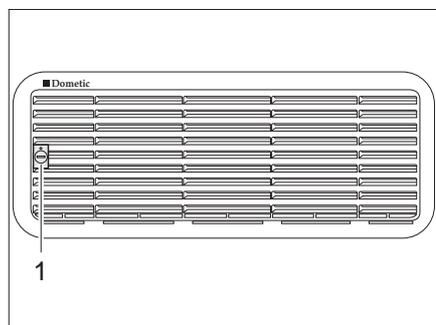
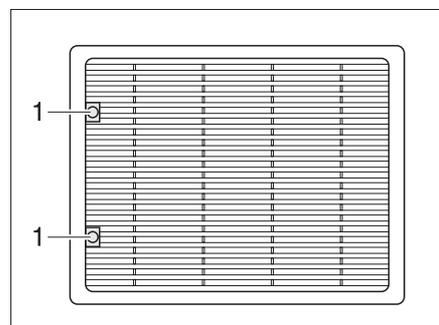

Bild 234 Kühlschrank-Lüftungsgitter (Dometic klein)
Bild 235 Kühlschrank-Lüftungsgitter (Dometic groß)
- Schraube (Bild 234,1 bzw. Bild 235,1) mit Hilfe einer Münze eine viertel Umdrehung drehen.